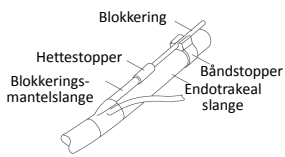

Fig.7
5. Vend pasienten på siden, sjekk blokkeringsmansjettposisjonen under bronkoskopi og fest blokkeringshåndtaket på endotrakealslangen ved hjelp av båndstopperen (Fig. 7).
2. Fest blokkeringen på båndstopperen på endotrakealslangen (Fig. 7).